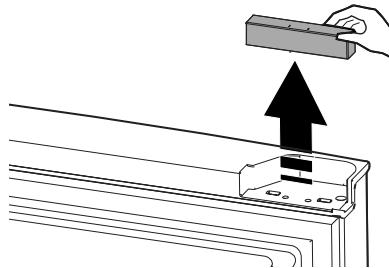

Figura 3
- 4 Retire el imán del interruptor de ampolla de la puerta del frigorífico y déjelo aparte (ver Figura 3).